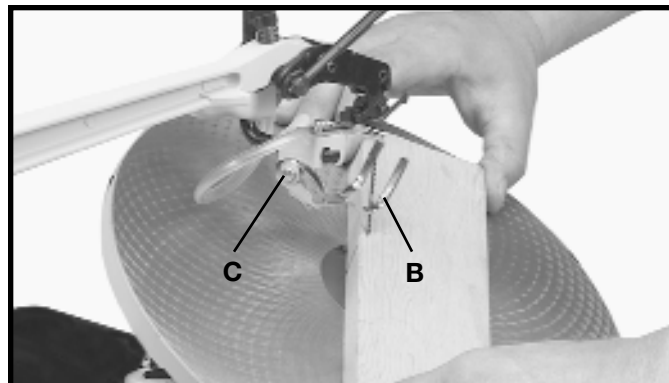

Fig. 31
Pour les coupes en biseau, la retenue (B) fig. 31 se règle pour reposer à plat sur la pièce en desserrant la vis (C) et en penchant la retenue (B) en conséquence. Puis serrer la vis (C).